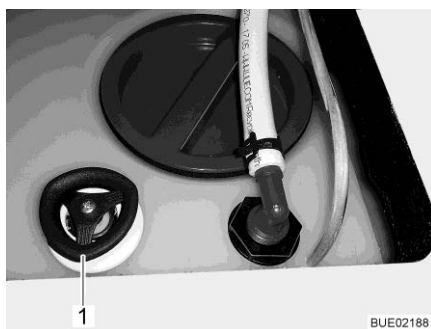

Bild 184 Vattentank med ratt
- Tag av vattentankens lock (Bild 184,1).